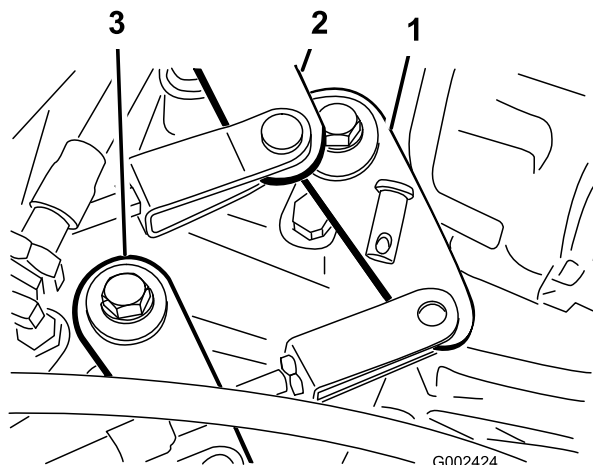

Figura 55
2. Togliete i perni che fissano i cavi ai bracci del cambio del transaxle (Figura 55).
1. Togliete i perni che fissano il cavo superiore - inferiore al transaxle (Figura 55).